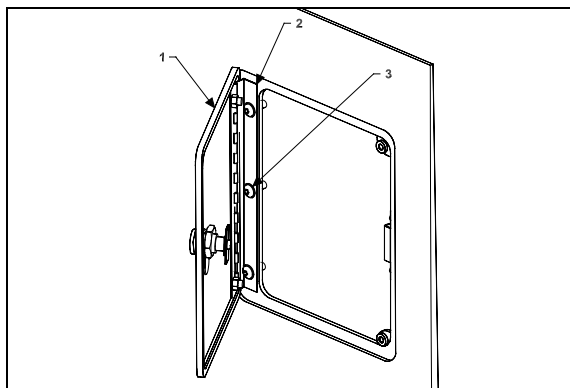

FIGURE 76: PORTE DU RÉSERVOIR DE CARBURANT
1. Ouvrir la porte du réservoir de carburant (1, Figure 76).
2. Desserrer les vis (3, Figure 76) qui fixent le panneau à la charnière (2, Figure 76).